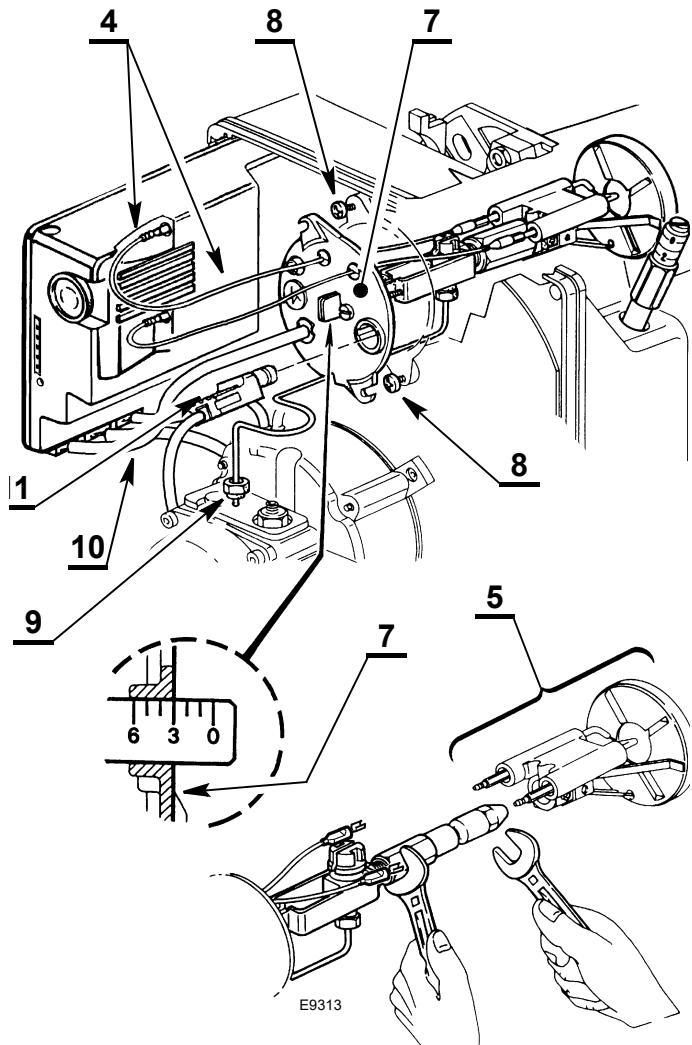

Fig. 11
1º Modo (Fig. 11):
- Extraer los cables 4) (Fig. 11) de la caja de control, el sensor llama 11) y desenroscar la tuerca 9) de la bomba.
2º Modo (Fig. 11):